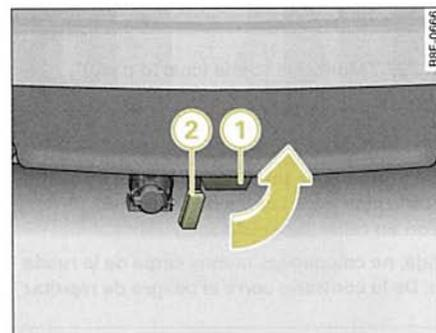

Fig. 204 Parachoques trasero: colocar el tapón
- Extraiga la rótula del tubo de enclavamiento tirando de ella hacia abajo **1** ⇒ *página 228*, fig. 204. Al hacerlo, la chapaleta de cierre que hay en el tubo de enclavamiento **2** lo cerrará automáticamente.